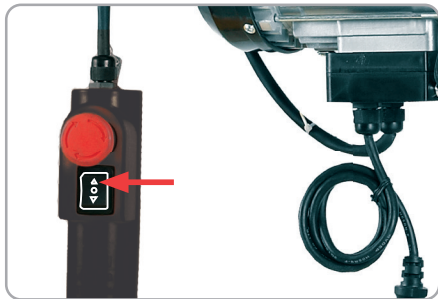

Fig.11
- Pentru a ridica sarcina apasati butonul de ridicare al troliului electric (Fig.11).